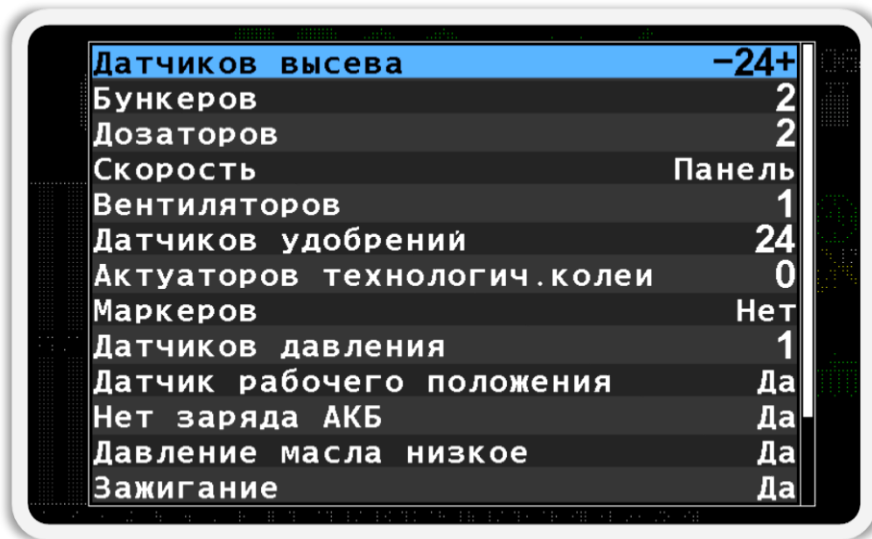

Рисунок 66 Меню настроек профиля
- В меню настроек профиля (см. Рисунок 66) для каждого типа датчика или актуатора имеется соответствующий пункт меню. Параметр, который расположен с правой стороны меню, задает количество датчиков или способ их подключения. Для перемещения от одного пункта меню к другому используйте кнопки **↑** «Вверх» и **↓** «Вниз», а для изменения параметра используйте кнопки **+** «Плюс» и **-** «Минус». Подробное описание параметров находится в конце этой главы.